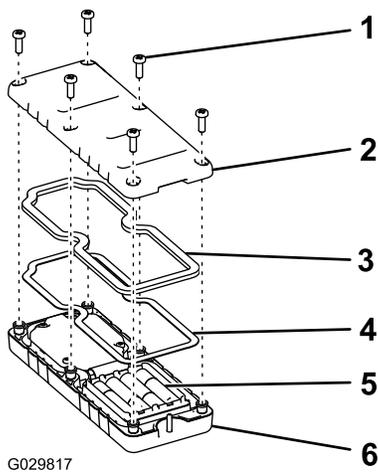

Bild 31
1. Nehmen Sie die sechs Schrauben aus der Rückseite der Fernbedienung heraus und nehmen Sie die Abdeckung ab (Bild 31).
- Setzen Sie die Abdeckung auf, befestigen sie mit den sechs vorher entfernten Schrauben (Bild 31) und ziehen sie bis auf 1,5-1,7 Nm an.